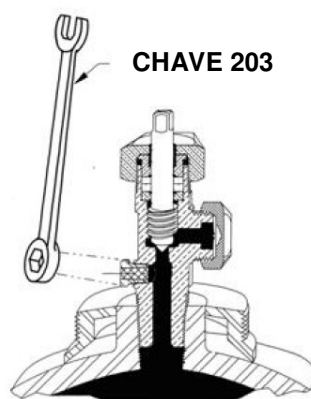

Fig. 3.7.1
Ação: - Ver Fig. 3.7.1
- A) Apertar o bujão-fusível de forma segura, utilizando a Chave 203. Adotar extrema precaução quando do aperto do bujão-fusível (Fig. 3.7.1).